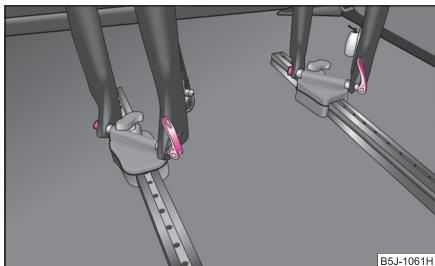

Fig. 80 Așezarea bicicletei
- Așezați furca bicicletei pe axul de fixare și strângeți cu întinzătorul rapid ⇒ fig. 80.